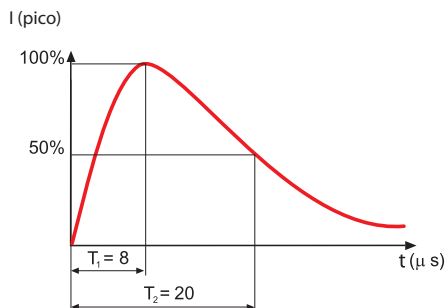

Figura 6: Forma de onda de corriente 8/20 μs
**Uoc** tensión en vacío, que corresponde al valor de pico de la tensión en vacío del generador de prueba de tipo combinado con forma de onda 1.2/50 μs (Figura 7), capaz de suministrar al mismo tiempo una corriente con forma de onda 8/20 μs (Figura 6).